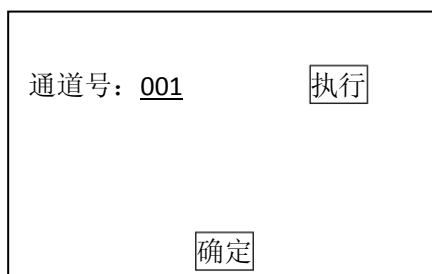

图 2-2
- 6) 输入通道号 001, 点击【执行】进行设定。如图 2-2;